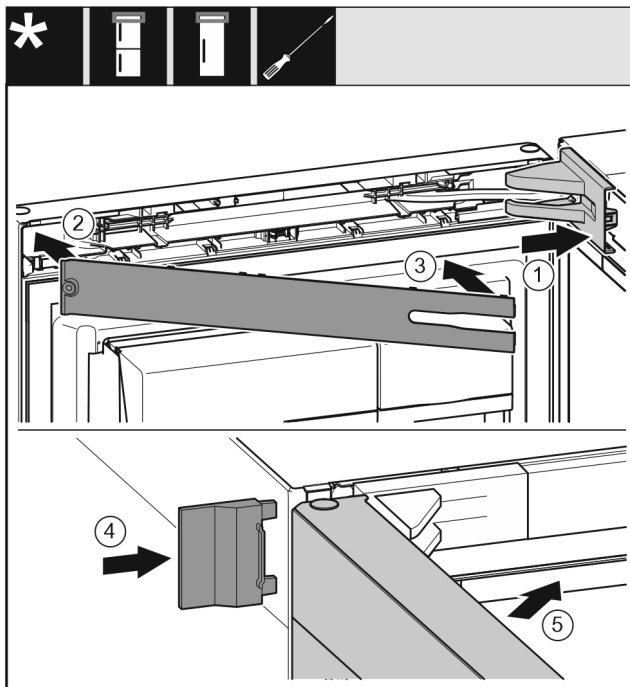

Fig. 22
- Nasadíte a zaklapnete kryt stojanu ložiska, příp. opatrně odtlačíte od sebe. Fig. 22 (1)
- Nasadíte zásepku. Fig. 22 (2)
- Zásepku sklopte a zaklapnete. Fig. 22 (3)
- Nasuňte vnější kryt. Fig. 22 (4)
- Zavřete horní dveře. Fig. 22 (5)